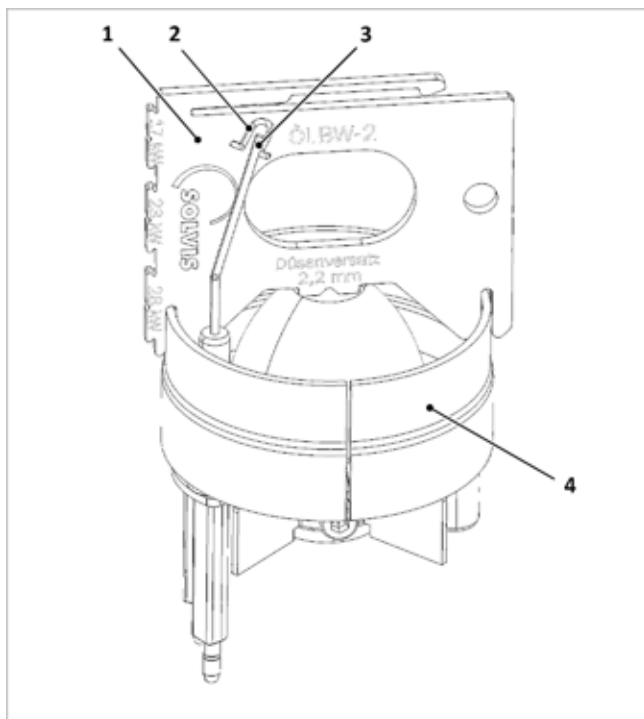

Fig. 149 : contrôle des électrodes d'allumage
1. Contrôlez la position des électrodes (3) conformément à la ➔ fig. 149 et corrigez-la prudemment par torsion le cas échéant.
2. Contrôlez la longueur minimale. L'extrémité inférieure de la fenêtre de contrôle (2) du gabarit de réglage indique la longueur minimale des électrodes d'allumage. Si les électrodes ne sont plus qu'un peu plus longues, elles doivent être remplacées.